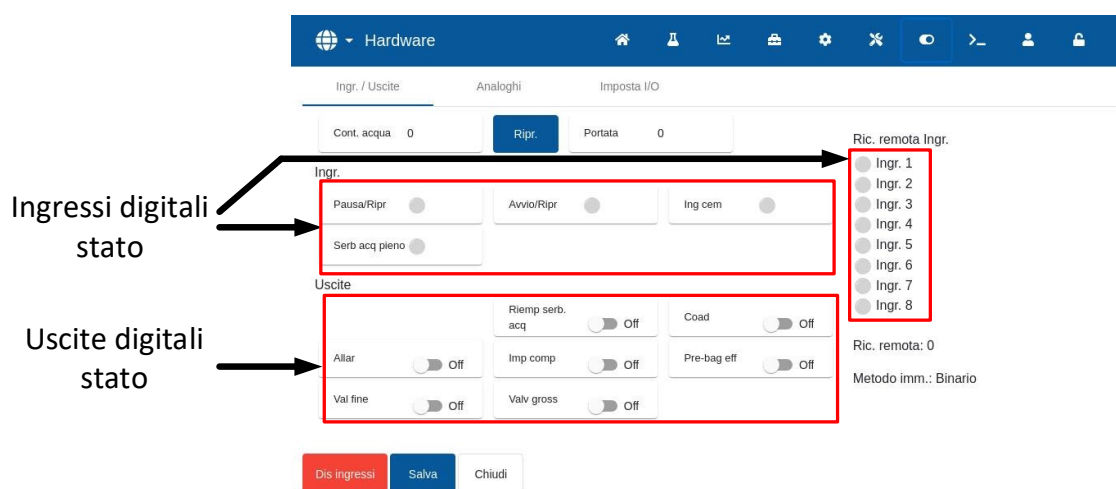

Figura 26: Pagina Test I/O
Per testare gli ingressi e le uscite digitali andare alla pagina "Ingressi / Uscite" della schermata "Hardware" (vedere Figura 26).
1. Portarsi alla pagina "Ingressi / Uscite" della schermata "Hardware" (vedere Figura 26). Premere il pulsante "Reset" se il valore del "Contatore acqua" non è "0".